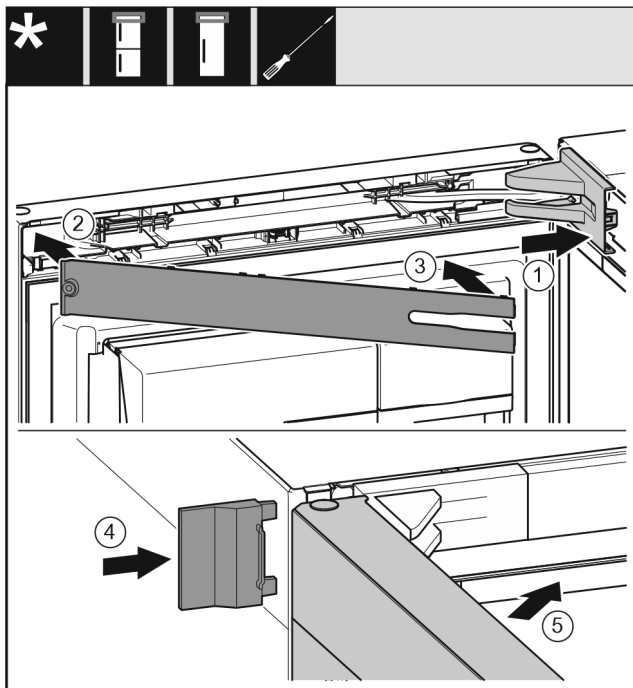

Fig. 73
- ▶ Helyezze fel és pattintsa be a csapágybak fedelét Fig. 73 (1), szükség esetén óvatosan nyomja szét.
- ▶ Helyezze fel a takarólemezt Fig. 73 (2).
- ▶ Fordítsa be és pattintsa be a takarólemezt Fig. 73 (3).
- ▶ Tolja fel a külső fedelet Fig. 73 (4).
- ▶ Csukja be a felső ajtót Fig. 73 (5).